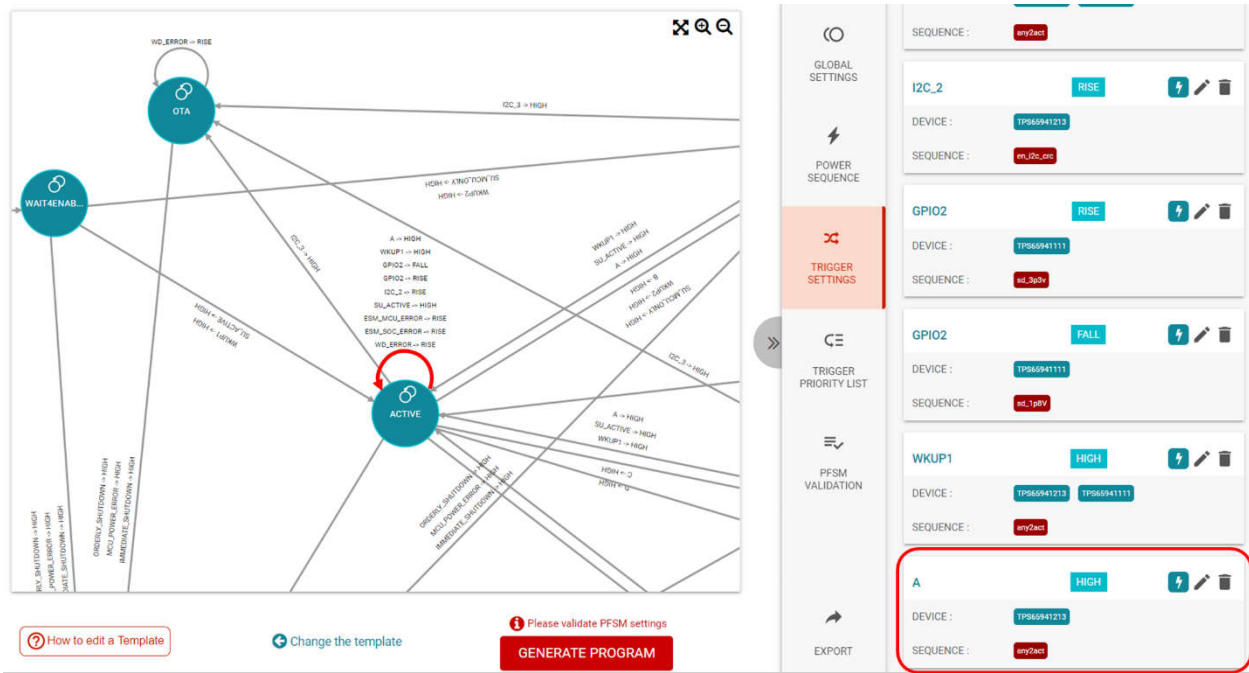
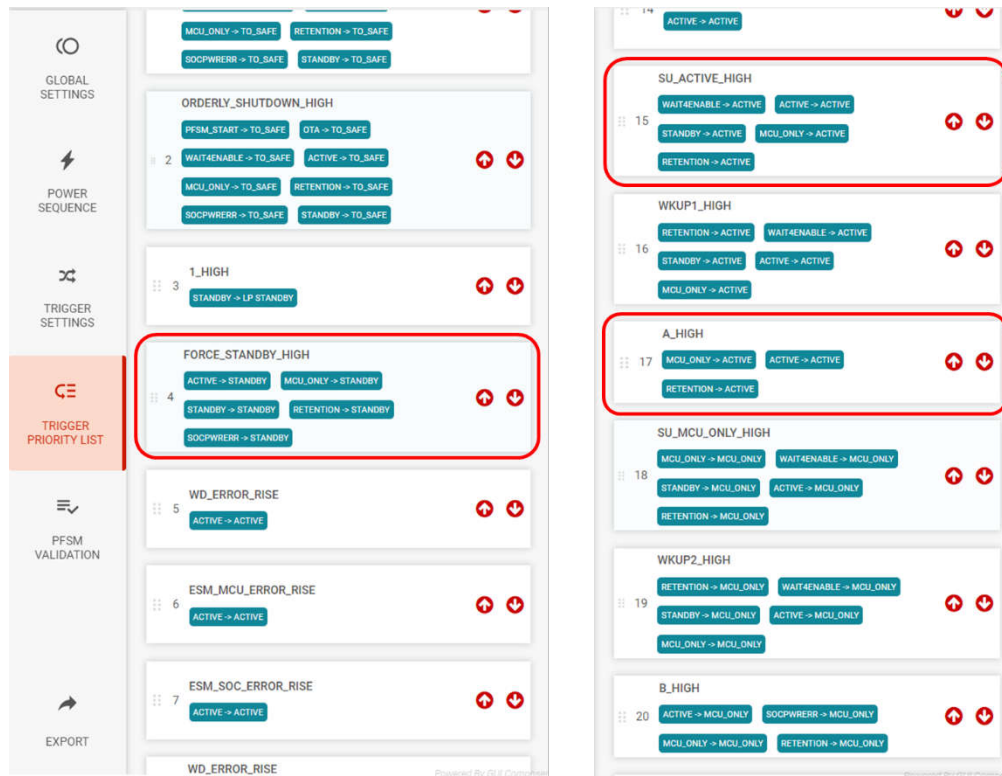

图 2-13. FSM 局部 3
图 2-14. FSM trigger 优先级
4. 如图 2-13 所示，还有几个 trigger 可以使 FSM 保持于 ACTIVE 状态，这里关注 A 这个 trigger，根据图 2-8，A 的意思是 NSLEEP bit 为 11。如图 2-14 所示使各 trigger 的优先级排序，数字越大优先级越高，因此 A trigger 触发 PFSM 停留在 ACTIVE 的优先级高于 FROCE STANDBY 触发 PFSM 的进入 STANDBY 状态的优先级。